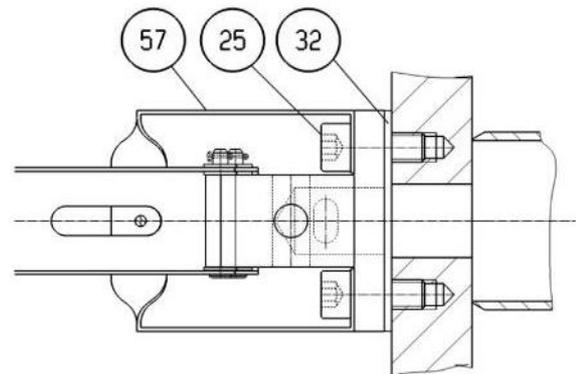

Abb. 16b
- Durch Lösen der beiden Innensechskant-Schrauben (analog Pos. 25 aus Fig. 16b) kann die Steuereinheit entfernt und ausgetauscht werden.
- Tauschen Sie beim Zusammenbau die Dichtung der Steuereinheit (analog Pos. 32 aus Fig. 16b) sowie die Deckeldichtung, Pos. 31 aus. Verfahren Sie dann gemäß Kap. 9.